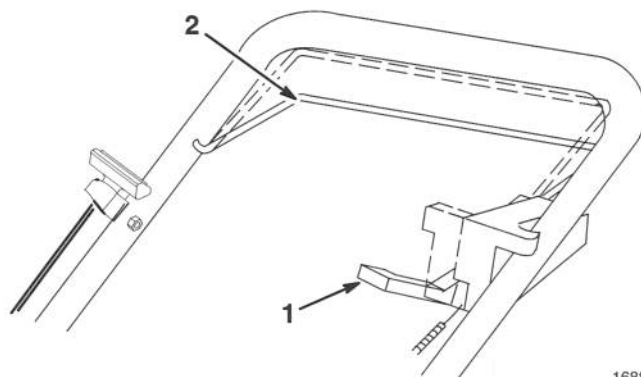

Figure 12
5. Pour débrayer le système d'autopropulsion, abaisser la barre de commande à mi-course et pousser le levier de commande de traction vers l'avant (vers le moteur) (Fig. 12).